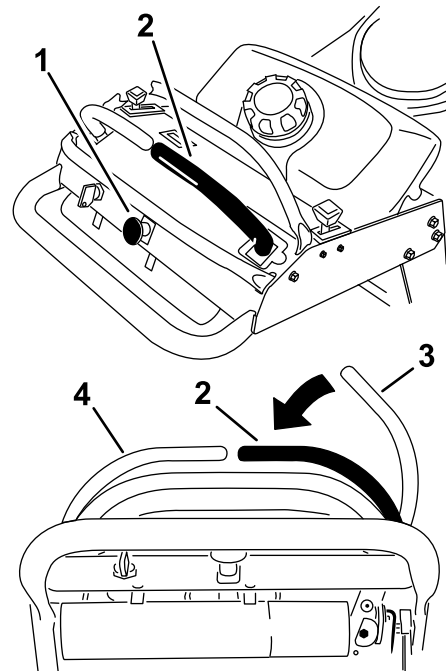

Bild 7
- Schieben Sie zum Einkuppeln der Schnittmesser den rechten Fahrtriebshebel in die mittlere, nicht arretierte Stellung (Bild 7).